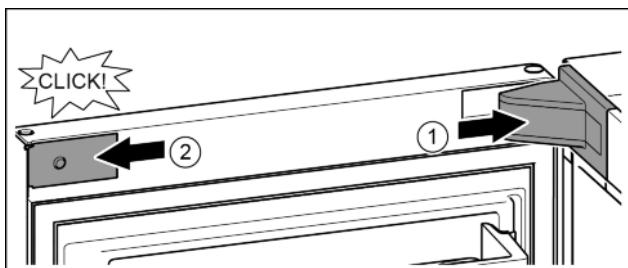

Fig. 25
- Крышку опорного кронштейна установить и зафиксировать, при необходимости, осторожно разжать. Fig. 25 (1)
- Установить сбоку накладку и зафиксировать. Fig. 25 (2)